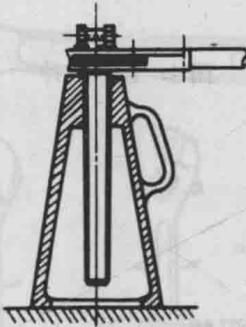

图 1—19 螺旋千斤顶
(1) 螺旋式千斤顶 螺旋式千斤顶是利用螺纹传动，用扳把回转丝杠顶起重物，其结构见图 1—19 所示。伞齿轮等零件经过热处理，强度高、耐磨性能好，并采用推力轴承，转动灵活、操作轻便、经久耐用。重物升高需要停止时，另设有制动装置，能保证自锁作用，起升高度为 250~350mm，缺点是速度慢。
(2) 液压式千斤顶 液压式千斤顶由活塞、活塞缸、顶帽、外套等主要零件组成，利用液压原理，用手上下按动油泵，将油压入活塞底部来起升重物，如图 1—20 所示。